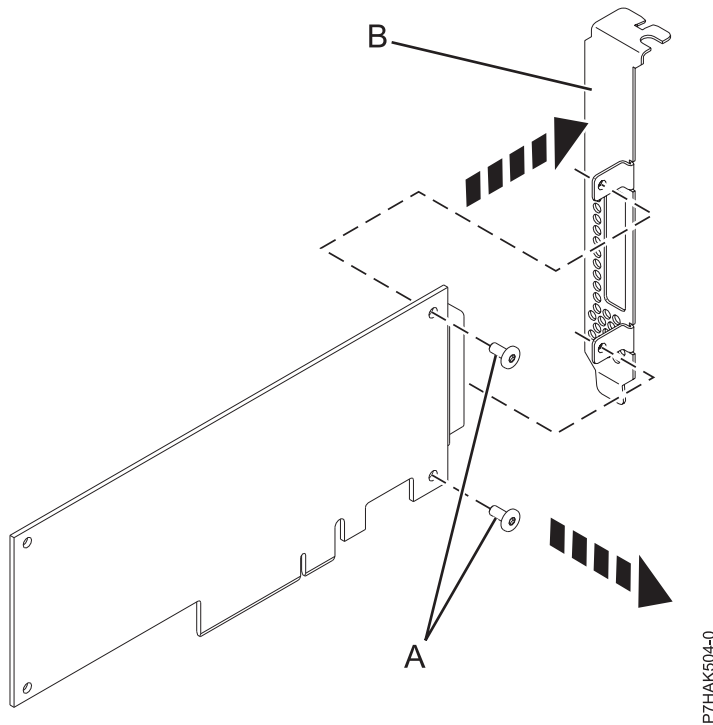

Abbildung 78. Den langen Adapterkassettenhalter aus dem neuen PCIe-Adapter ausbauen
8. Entfernen Sie mit einem Kreuzschlitz-Schraubendreher die beiden Sicherungsschrauben (**A**), mit denen der lange Haltesteg (**B**) am neuen PCIe-Adapter befestigt ist, wie in Abb. 78 auf Seite 91 dargestellt.